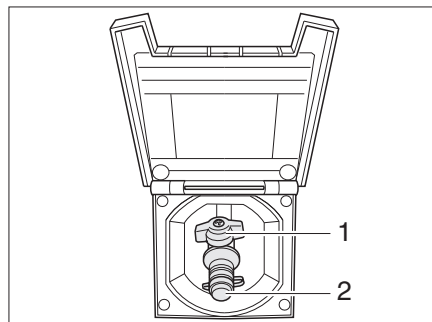

Fig. 228 Toma exterior de gas, válvula de paso de gas cerrada
La toma de gas externa (Fig. 228) se encuentra en el lado derecho del vehículo. En casos excepcionales, la toma de gas externa también se encuentra en el lado izquierdo del vehículo o en la parte trasera.
- Conectar el aparato de gas externo en el punto de conexión (Fig. 228,2).
- Abrir la válvula de paso de gas (Fig. 228,1).